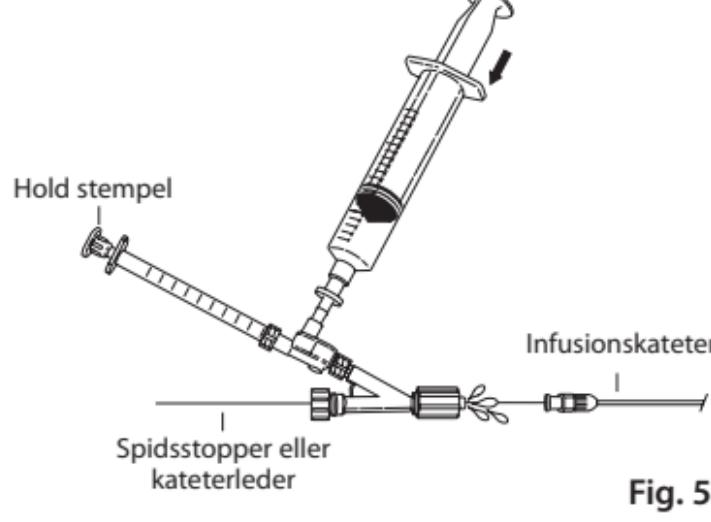

Fig. 5
7. Løsn Tuohy-Borst ventilen og før enheden over spidsstopperen for at sætte dobbeltcheckventilen og Tuohy-Borst adapteren på infusionskateteret. Hold 1 mL sprøjtestemplet stationært og tryk på 20 mL sprøjten for at sikre, at al luft er tømt ud af enheden, inden denne sættes på kateteret. Lad en opløsningsoverfladebue blive siddende på Tuohy-Borst adapterens Luer-lock fitting inden tilslutning til infusionskateteret. (**Fig. 5**)